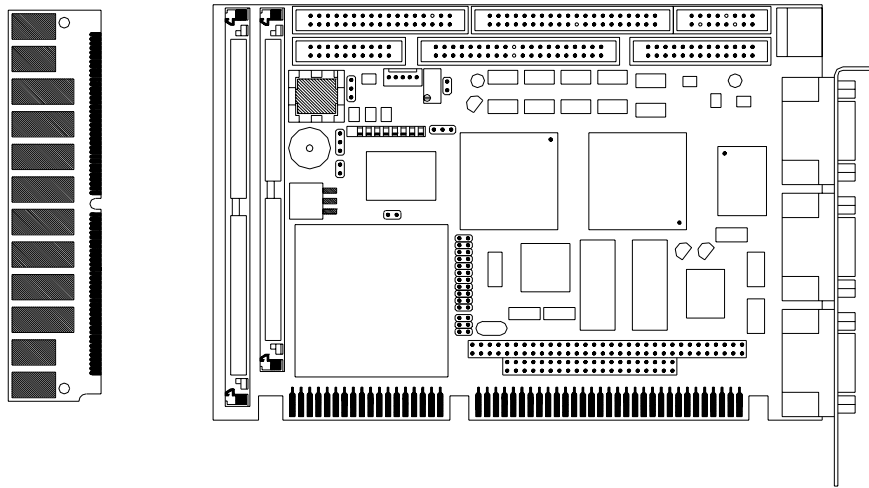

Abbildung 11, SIMM-Modul und DRAM-Steckplatz
- ▶ Um das 72polige SIMM-Modul zu installieren, legen Sie die Baugruppe vor sich wie in Abbildung 11 gezeigt hin.